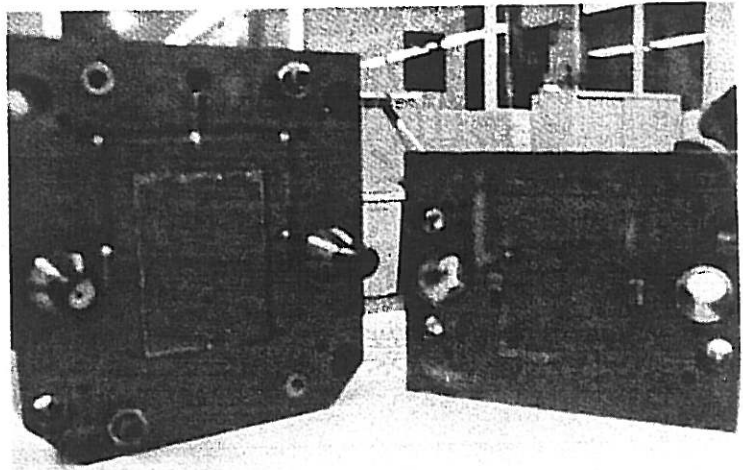

図 13
1. カセット型 (図 13)
①従来工法：モールドベースを購入し、ベース設計ベース加工を行っていた。
②本改善工法：カセット型システムの導入